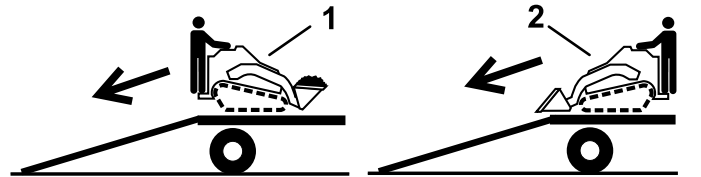

Figure 22
2. Placez toujours l'extrémité la plus lourde de la machine en haut de la rampe, la charge en bas, pour la descende de la remorque (Figure 22).